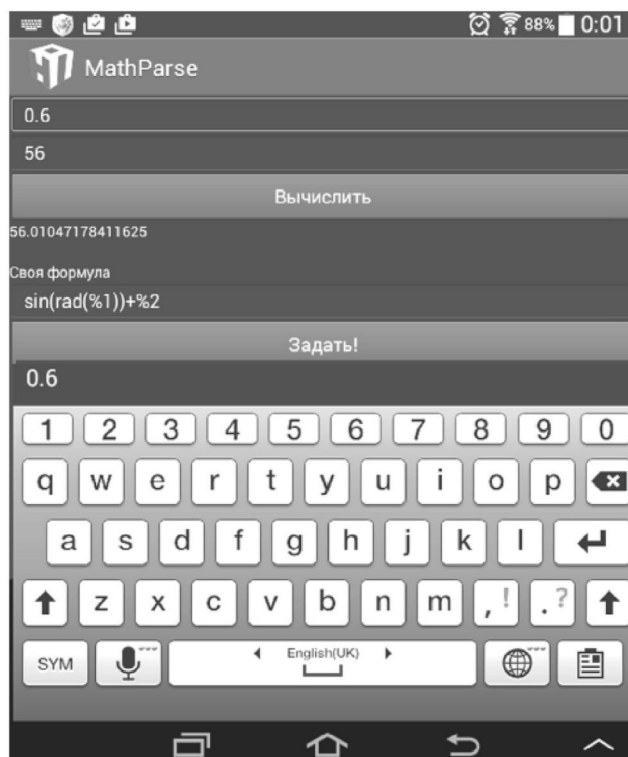

Рис.45
10) Запустить приложение «MathParse.apk» на планшете и наблюдать самодельный калькулятор, позволяющий выполнять вычисления по формуле с двумя переменными %1 и %2 (**рис.45**).